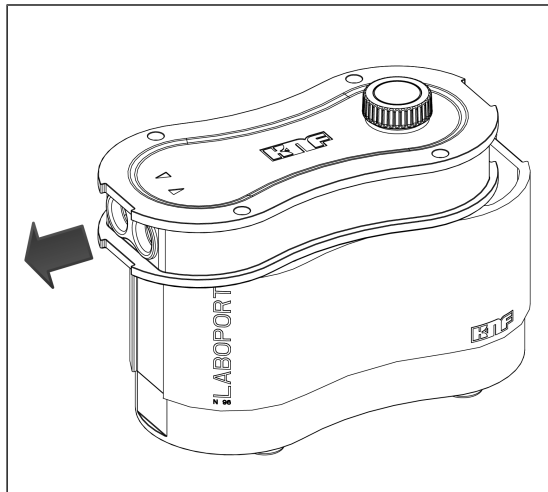

Fig.8: Deslizar la tapa de la carcasa por encima de las conexiones de gas (abrir la bomba)
2. Deslizar la tapa de la carcasa (2) por encima de las conexiones de gas (ver Fig. 8).